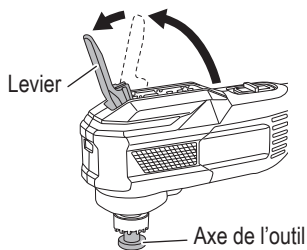

Fig. 8
- (1) Lever le levier. (Fig. 8)